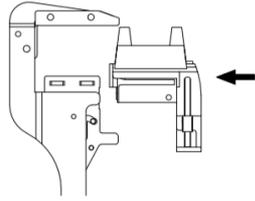

Fig. 1
2. Carregue o suporte de grampos de acordo com a Fig. 1. A posição estará correta quando um som de "clique" for ouvido.